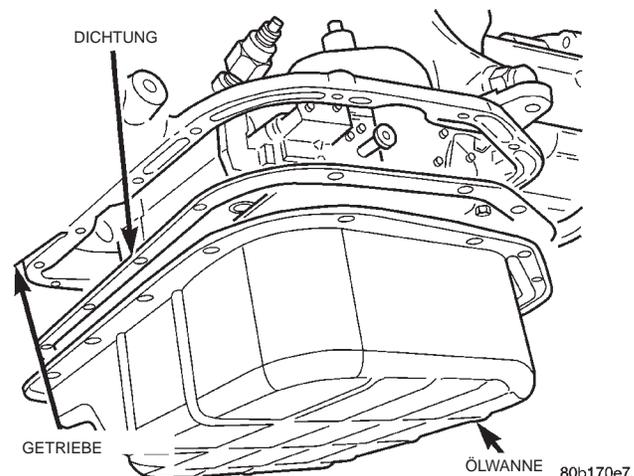
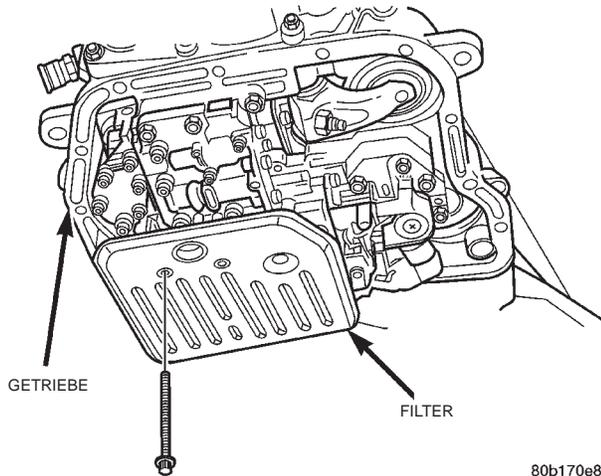

Abb. 14 Getriebeölwanne
Abb. 15 Getriebeölfilter
(1) Fahrzeug anheben und mit Unterstellböcken abstützen.
(2) Großes Auffanggefäß unter die Getriebeölwanne stellen.
(3) Schrauben herausdrehen, mit denen die Ölwanne vorn und seitlich am Getriebe befestigt ist (Abb. 14).
(4) Schrauben lösen, mit denen die Ölwanne hinten am Getriebe befestigt ist.
(5) Ölwanne vorne langsam vom Getriebe trennen und Öl in das Auffanggefäß strömen lassen.
(6) Ölwanne am Getriebe festhalten und restliche Schrauben herausdrehen.
(7) Ölwanne waagrecht halten und nach unten vom Getriebe abnehmen.
(8) Restliches Öl aus der Ölwanne in das Auffanggefäß strömen lassen.
(9) Schrauben herausdrehen, mit denen der Filter am Ventilgehäuse befestigt ist (Abb. 15).
(10) Filter vom Ventilgehäuse trennen und Öl aus dem Filter in das Auffanggefäß strömen lassen.
(11) Gebrauchtes Getriebeöl und Filter vorschriftsmäßig entsorgen.
(1) Neuen Filter am Ventilgehäuse ausrichten.
(2) Filterschrauben eindrehen (Abb. 15). Schrauben mit einem Anzugsmoment von 4 N·m (35 in. lbs.) festziehen.
(3) Neue Dichtung an der Ölwanne auflegen und Ölwanne am Getriebe anbauen.
(4) Ölwanne am Getriebe ausrichten.
(5) Ölwannenschrauben eindrehen (Abb. 14). Schrauben mit einem Anzugsmoment von 17 N·m (150 in. lbs.) festziehen.
(6) Fahrzeug ablassen und Getriebe mit Getriebeöl Mopar® ATF Plus 3, Typ 7176 befüllen.